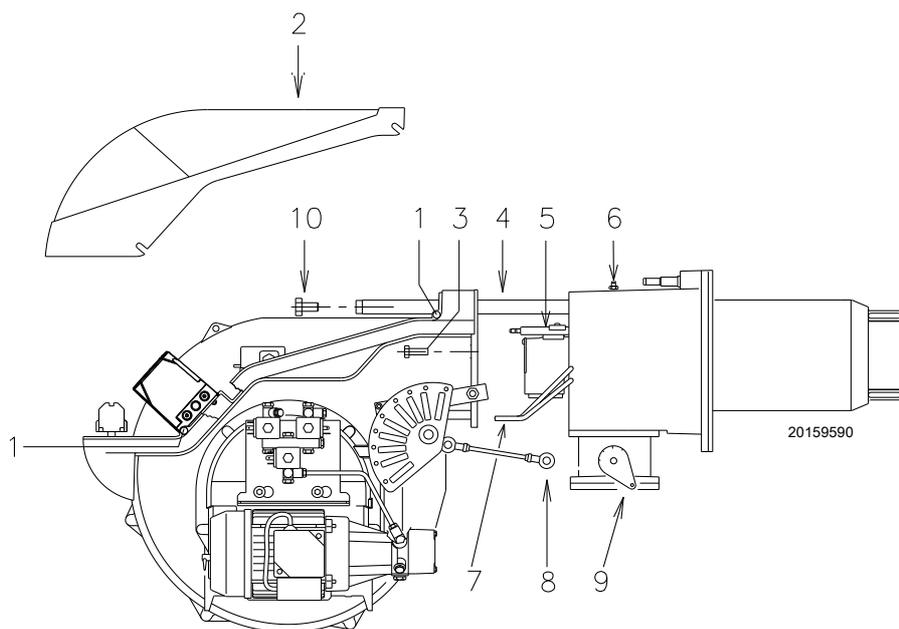

图 47
- ▶ 松开螺丝 1)，取下保护罩 2) (图 47)；
- ▶ 断开轻油管路 7) (图 47)。
- ▶ 拆下螺丝 3)，将燃烧器沿滑轨 4) (图 47) 向后拉出约 100mm。
此时，在拆下螺丝 6) (图 47) 后可以取出内部部件 5)。